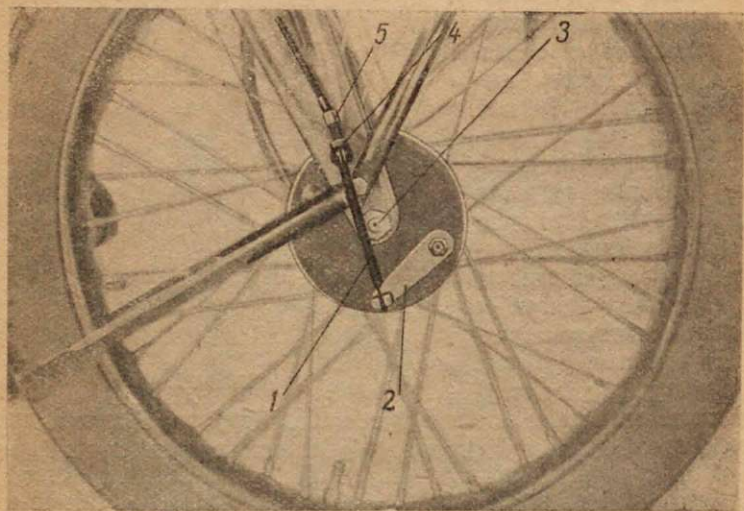

Рис. 25.
нужно разобрать колесо и набить втулку солидолом или смесью тавота с автолом 10. В случае прокола камеры необходимо немедленно заклеить отверстие. Езда на совершенно спущенной шине недопустима, так как это приводит к окончательной порче камеры, а также и обода. Для ремонта камеры нужно снять колесо. Чтобы снять переднее колесо, отъединяют трос (1) переднего тормоза от рычага (2) (рис. 25), отпускают гайки (3) и, подставив что-либо под раму мотоцикла, чтобы он не упал, вынимают переднее колесо.
Регулировка переднего тормоза производится при помощи упора облочки троса (5) (рис. 25). Чтобы устранить свободный ход рычага ручного тормоза, нужно отпустить контргайку (4), вывинтить упор облочки троса до тех пор, пока свободный ход не исчезнет, и затем затянуть контргайку. Переднее колесо не должно тормозить «намертво».